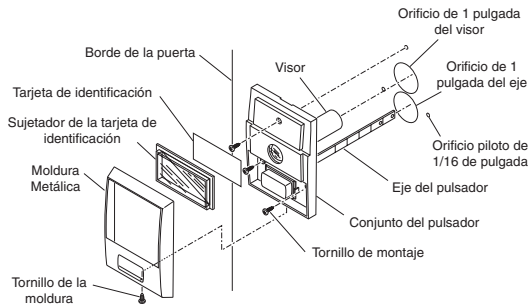

Figura 1 - Acople del conjunto pulsador a la puerta
2. Usando la plantilla provista, marque la ubicación de los orificios de montaje paralelos al borde de la puerta (vea la figura 1). *Nota:* Es importante que los orificios están paralelos al borde de la puerta para que la campana funcione correctamente.
Vea en la figura 1 el ensamble del pulsador.
1. Retire del conjunto pulsador el tornillo de la moldura, la moldura metálica, el sujetador de la tarjeta de identificación y la tarjeta para ubicar los orificios de montaje (Vea la figura 1).
2. Inserte el visor y el eje del pulsador en los orificios taladrados hasta que el conjunto pulsador tope con la cara de la puerta. Acople usando los tres tornillos de montaje provistos (Vea la figura 1).
4. Coloque la moldura metálica sobre el conjunto pulsador y sobre el sujetador de la tarjeta de identificación. Asegure la moldura con el tornillo (Vea la figura 1).